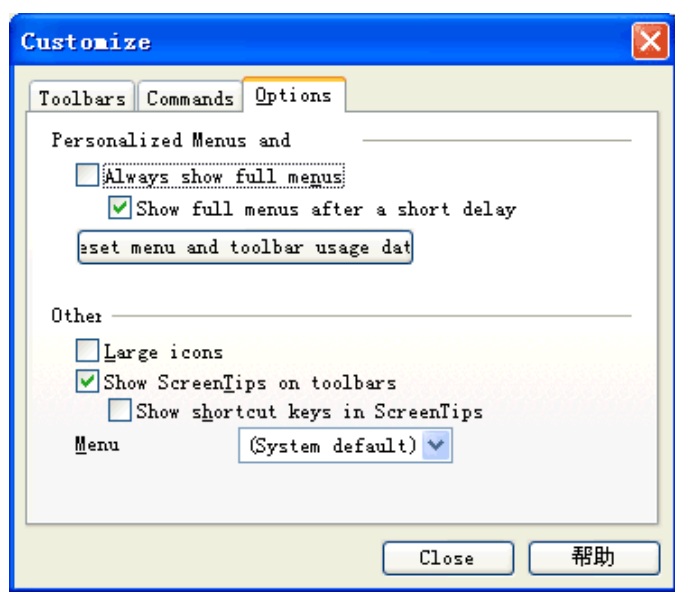

图 6.28 Customize 对话框之 Options
3. 选择“Options”可设置工具栏的显示属性，如图 6.28所示。